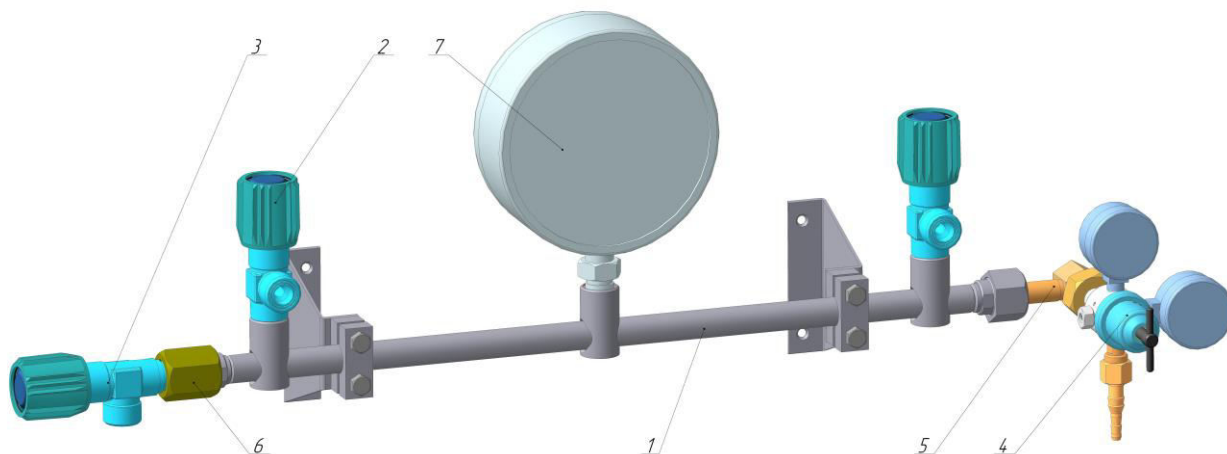

Рис.1 Коллектор газовый КР-02 ДЖЕТ 245 00 00 00-40
4.1 Внешний вид коллектора КР-02 приведен на рис.1